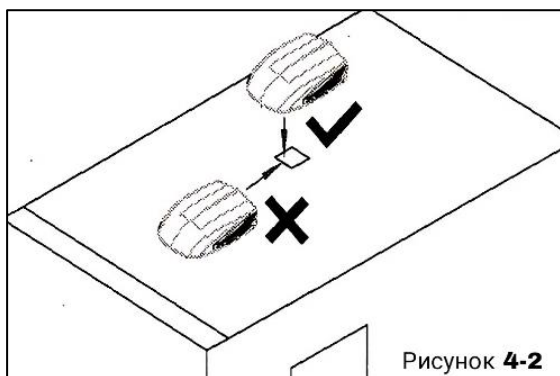
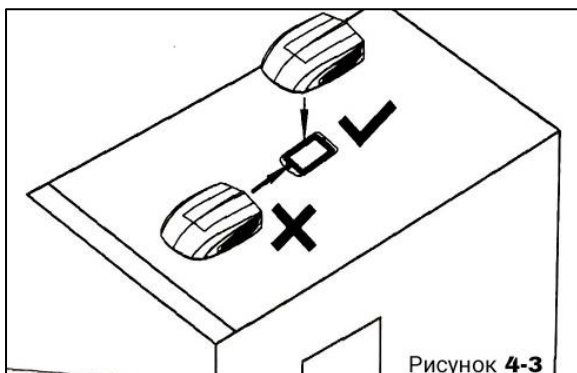

Рисунок 4-2
Рисунок 4-3
2. Закрепите наружный блок на крыше автомобиля, а затем просверлите отверстие. Установите наружный блок на крыше автомобиля после просушки отверстий. Не тяните наружный блок, иначе уплотнительная прокладка может отвалиться (см.рис.4-2). (При установке в соответствии со случаем С поместите наружную крепежную пластину в подготовленное отверстие для переключения, чтобы уплотнительная прокладка наружного блока совпала с насечкой на поверхности монтажной пластины (см.рис.4-3).